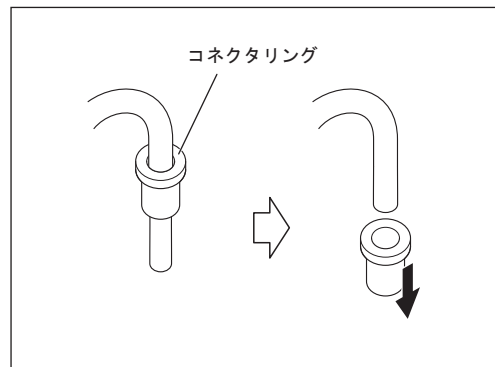

図54
- 4) ポンプチューブからコネクタリングを取り外します。取り外したリングは新しいポンプに使用しますので、なくさないように注意してください (図54)。